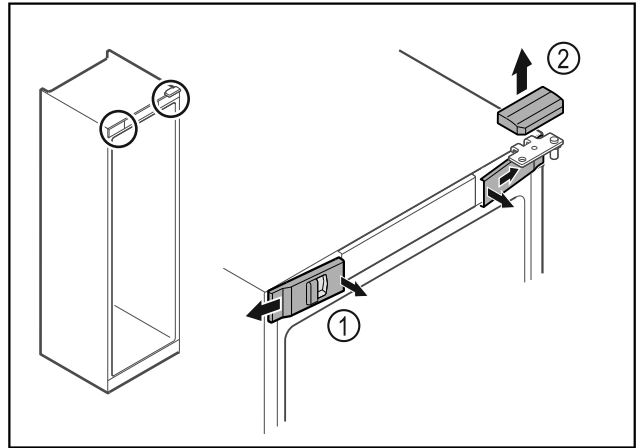

Fig. 5
- ▶ Ξεκουμπώστε εσωτερικά τα μπροστινά καλύμματα Fig. 5 (1) και αφαιρέστε τα προς το πλάι.
- ▶ Αφαιρέστε προς τα επάνω το επάνω κάλυμμα Fig. 5 (2).